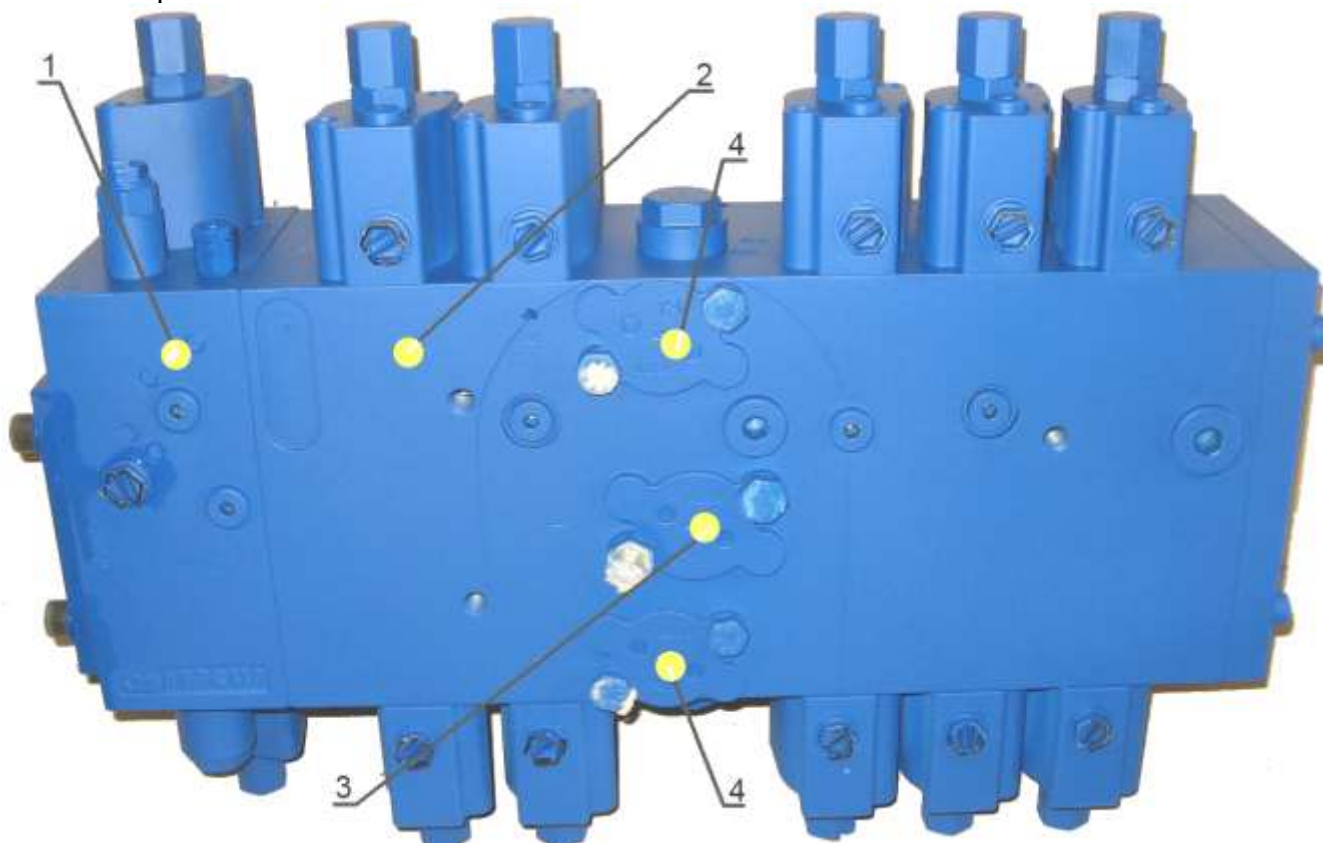

Рис.10.4.1 Гидрораспределитель 7M7-20.
Гидрораспределитель 7М7-20 (рис. 10.4.1) представляет собой пятилинейный моноблок управления (2) с интегрированными основными функциями, модулем поворотного механизма LS (1).